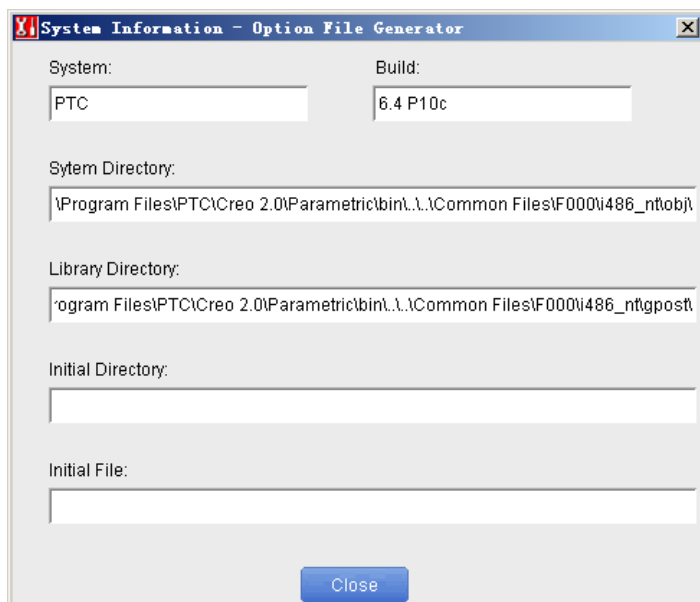

图 9.2.9 “System Information”对话框
- ☑ **System Information**：显示系统信息，包括支持此软件运行的平台及系统、系统目录、程序目录、初始目录及初始文件等。选择此选项后，系统弹出图 9.2.9 所示的“System Information”对话框。